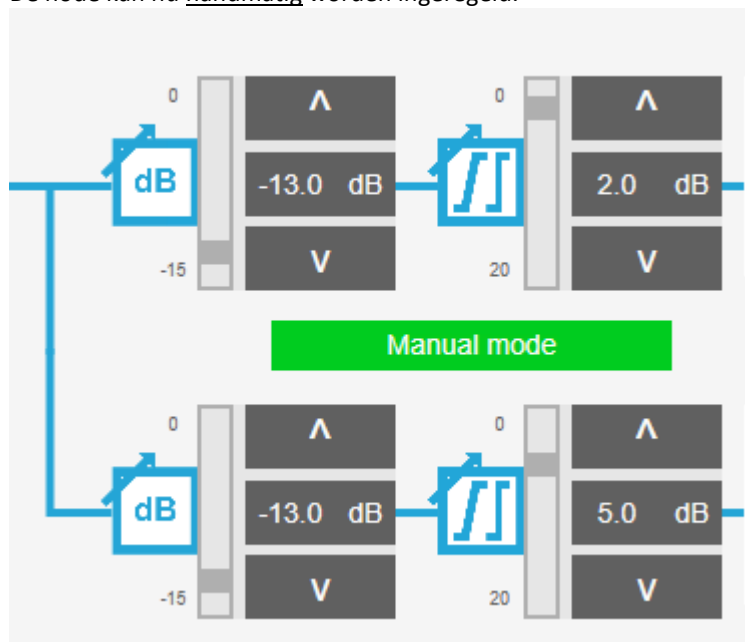

Fig. 7
- Regel het niveau van de uitgang 1 & 3 m.b.v. signaalniveau meter nu handmatig in op de juiste niveaus door middel van de **verzwakker** en **effenaar** knoppen in het **Forward Path** tabblad. (Fig. 7)